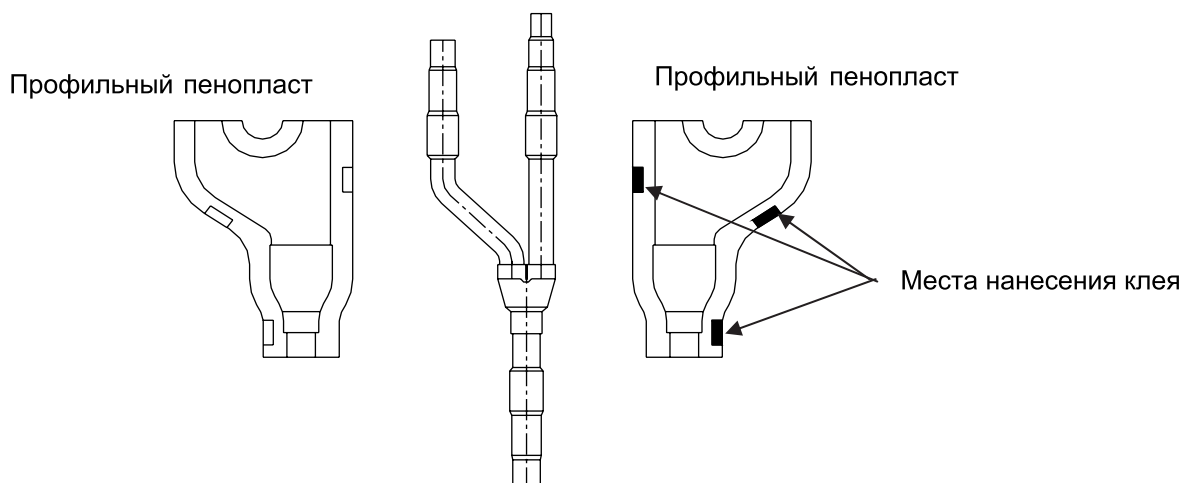

Рисунок 7.7 — Установка изоляции разветвителя
7.4.6 При проектировании и монтаже разветвителей необходимо учитывать следующее( см.рис.7.7):